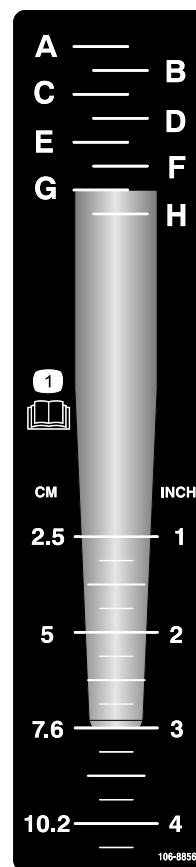

Figure 22
1. Placez le louchet voulu sur l'autocollant de profondeur, en alignant la pointe sur la profondeur d'aération recherchée, comme montré à la Figure 22.
2. Notez la lettre au niveau de l'extrémité de montage du louchet (Figure 22). Réglez la commande de profondeur en fonction de la lettre correspondante sur l'autocollant.